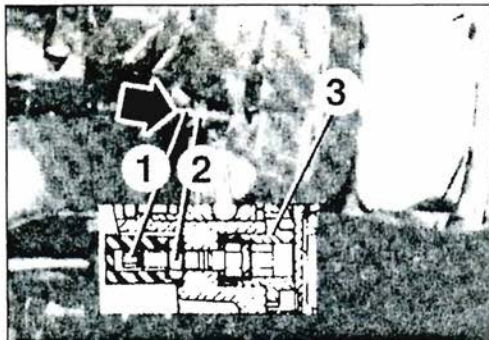

Рис. 7.6. Отводка и регулировка нажимного диска.
- ◆ Нажмите на ось в сторону тормозного диска (стрелка на рис. 7.6) настолько, чтобы она установилась рядом с внутренним шестигранным регулировочной шестерни (при этом должна сохраниться возмож-